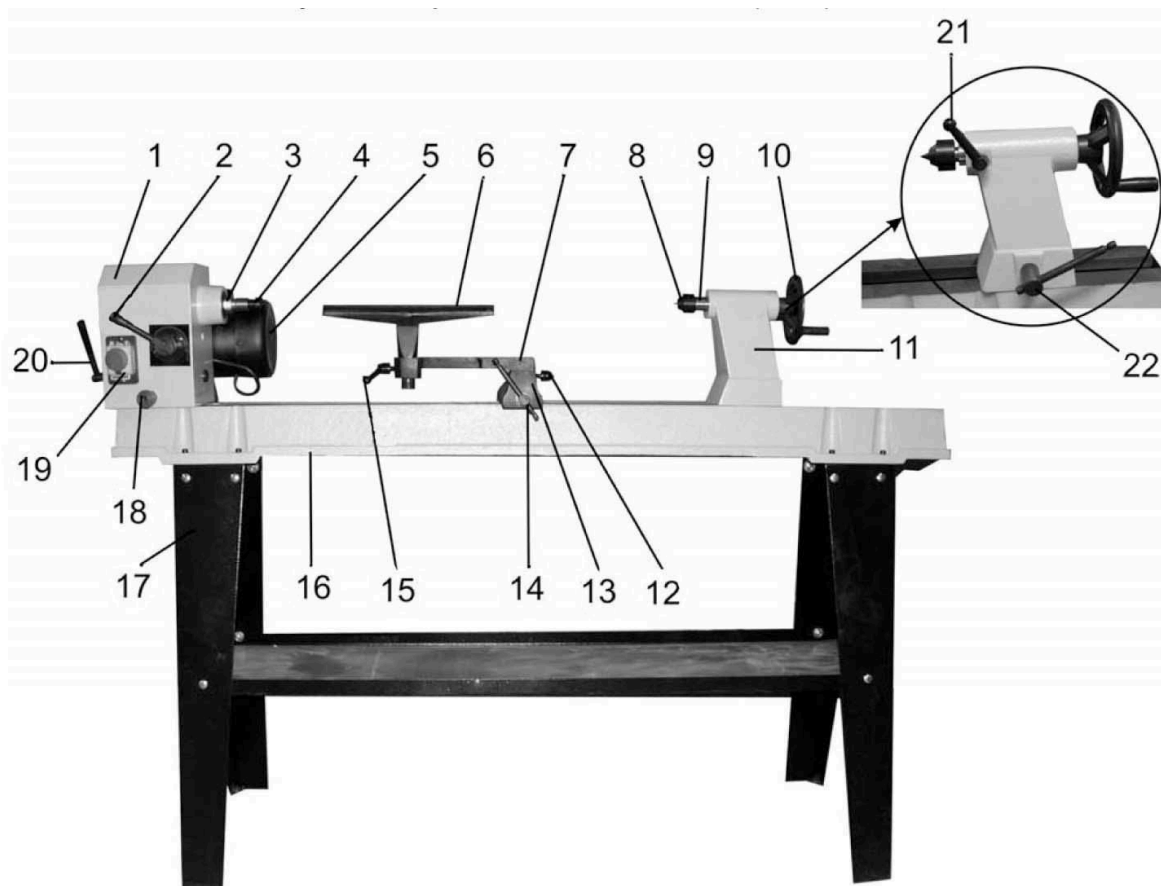
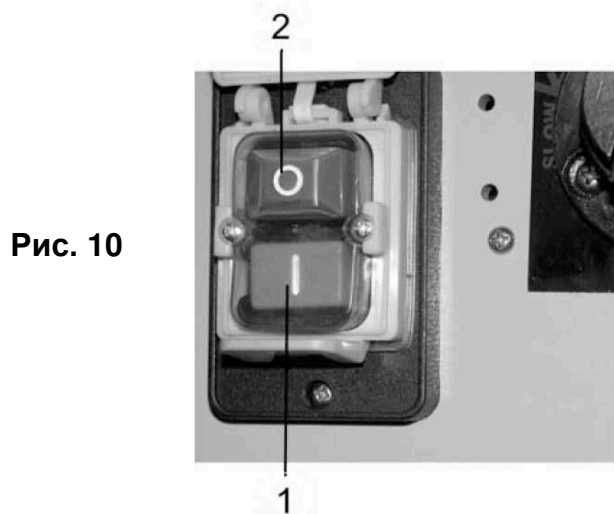

Рис. 2
Рис. 10
- Вставьте центр задней бабки 8 (Рис. 2) в конусное отверстие пиноли 9 (Рис. 2).
- Для снятия центра задней бабки 8 (Рис. 2) поверните маховик задней бабки 10 (Рис. 2) против часовой стрелки при нахождении пиноли в крайнем заднем положении.
- Включение и отключение рабочего режима станка осуществляется выключателем – 19 (Рис. 2).
- Для включения станка нажмите зеленую кнопку выключателя 1 (Рис. 10).
- Для отключения станка достаточно нажать красную кнопку 2 (Рис. 10) выключателя 19 (Рис. 2).